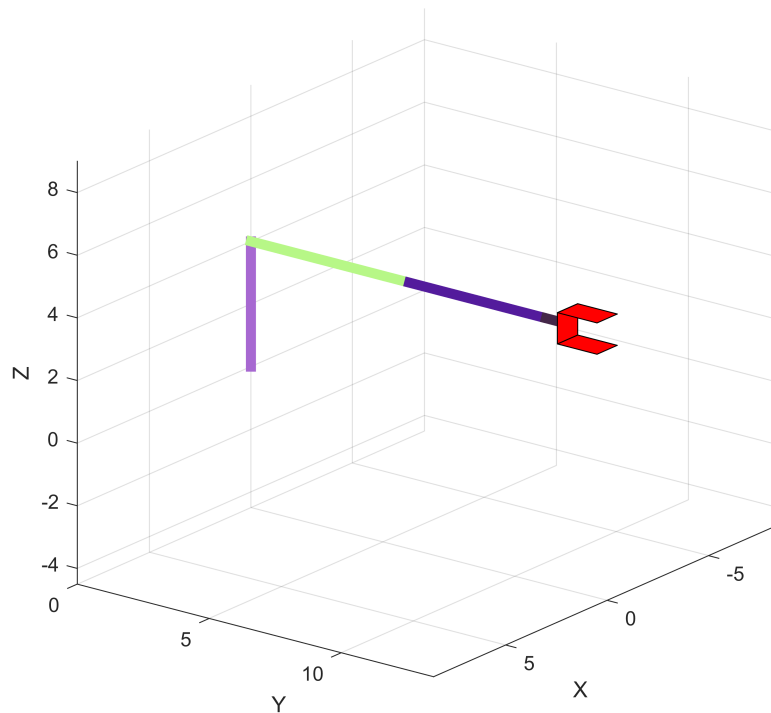

Fig. 3. *Representação do manipulador robótico.*
- c) Representar um modelo do manipulador (no subplot), incluindo um *gripper* (exemplo ilustrado na Fig. 3). Os sistemas de coordenadas dos elos não devem ser representados.